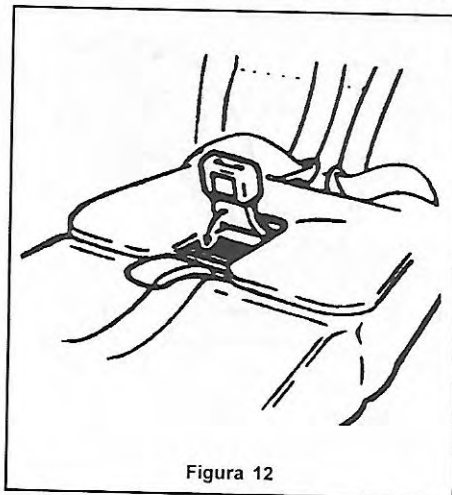

Figura 12
- 1) Guarde ambas as almofadas no encosto do banco, conforme mostra Figura 12.